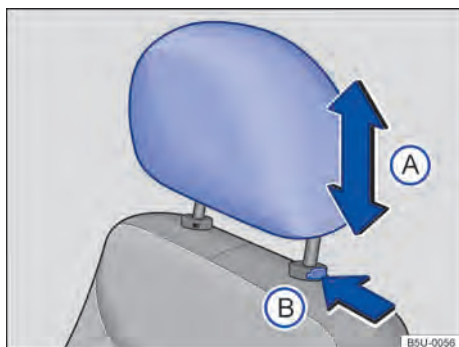

Fig. 58 Apoio para cabeça dianteiros: ajustar.
- Empurrar o apoio para cabeça para cima ou para baixo na direção da seta → Fig. 58 (A) → ⚠️ em *Introdução ao tema* na página 70.